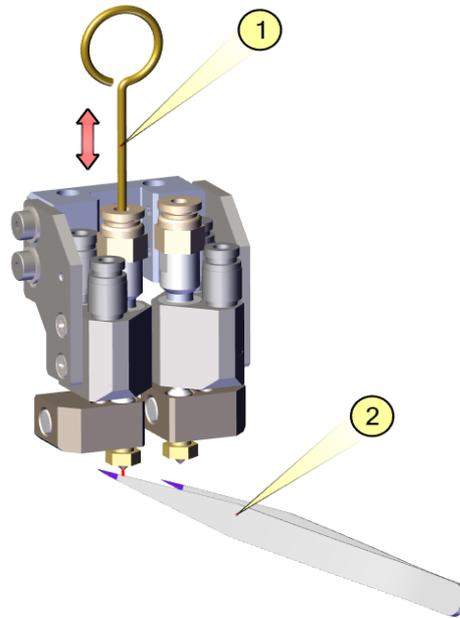

Рисунок 24 – Очистка сопла с помощью шомпола
- аккуратно вставьте шомпол (1) сверху и возвратно-поступательным движением направляйте остатки материала в отверстие сопла;
- с помощью пинцета (2) удалите остатки материала из сопла (рисунок 24).